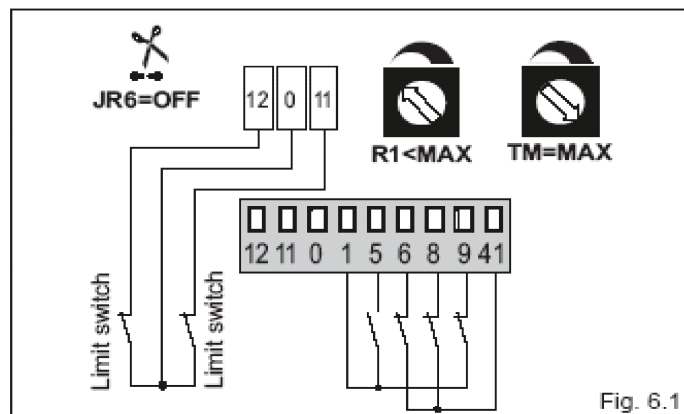

Fig. 6.1
- (rys.6.1) podłączyć styki N.C. wyłączników krańcowych na otwieranie i zamykanie do dodatkowych zacisków 12-0-11, lub